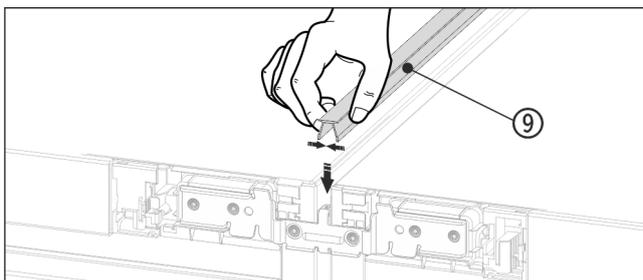

Fig. 20
- ▶ 在表面, 将短护板条 Fig. 20 (9) 压入水平缝隙中。